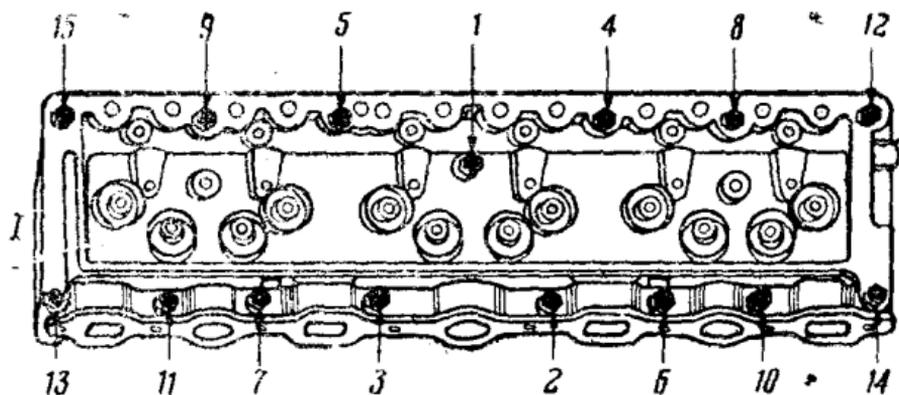

Рис. 12. Головка цилиндров двигателя:
4. После первой поездки подтяни болты головки цилиндров. Болты подтягивай на прогревом двигателе в порядке, указанном цифрами на рис. 12. Тщательно осмотри весь автомобиль после первой поездки, подтяни ослабевшие соединения и устрани причины подтеков.
на рис. 12; подтяни болты крепления всасывающего и выхлопного коллекторов; проверь зазор клапанов, если нужно, отрегулируй их.